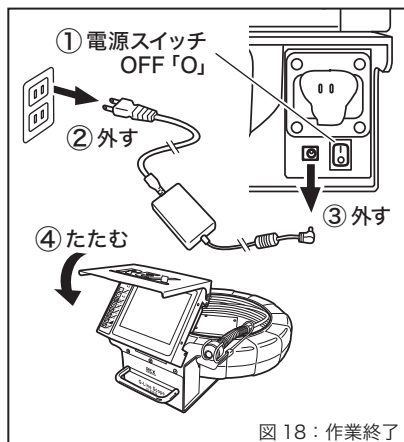

図 18 : 作業終了
8. 作業終了 (図18)
- ①電源スイッチを必ず「O」(OFF)にします。
- ②ACアダプターをコンセントから外し、
- ③本体からも取り外してください。
- ④液晶モニターとフードを畳んでください。